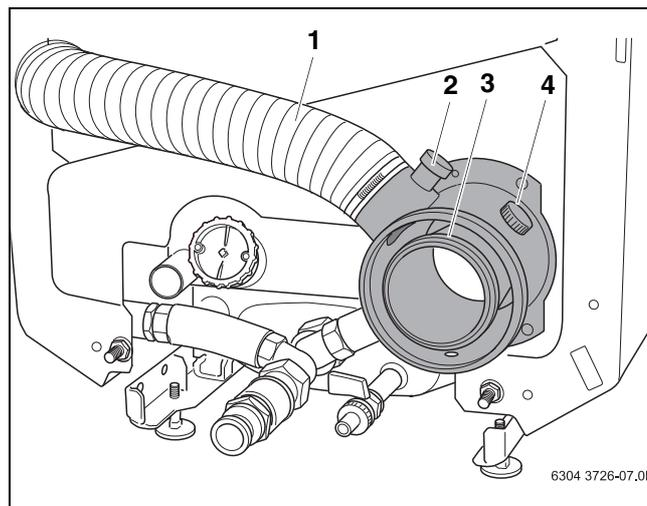

Bild 19 Luft-Abgas-Anschlussstutzen montieren
Die Messungen erfolgen grundsätzlich im Abgasrohr (→ Bild 19, [3]) oder im Luft-Abgas-Anschlussstutzen (→ Bild 19, [2]).
- ▶ Messsonde (→ Bild 19, [3], Seite 12) bis in den Kernstrom (Mitte Abgasrohr) des Abgases eintauchen (höchste Abgastemperatur).